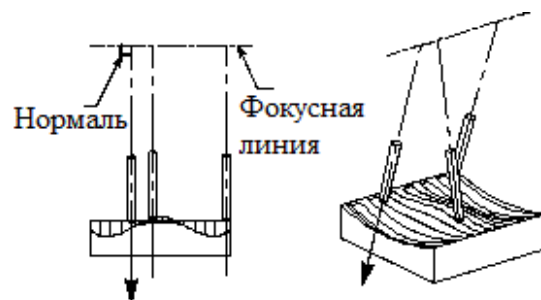

Рис. 1.26. Направление вектора оси инструмента к прямой
- **К прямой** (*Towards Line*) – позволяет определить переменную ось инструмента, которая сходится к фокальной прямой. Вектор оси инструмента начинается на держателе инструмента и направлен к заданной фокальной линии (см. рис. 1.26).